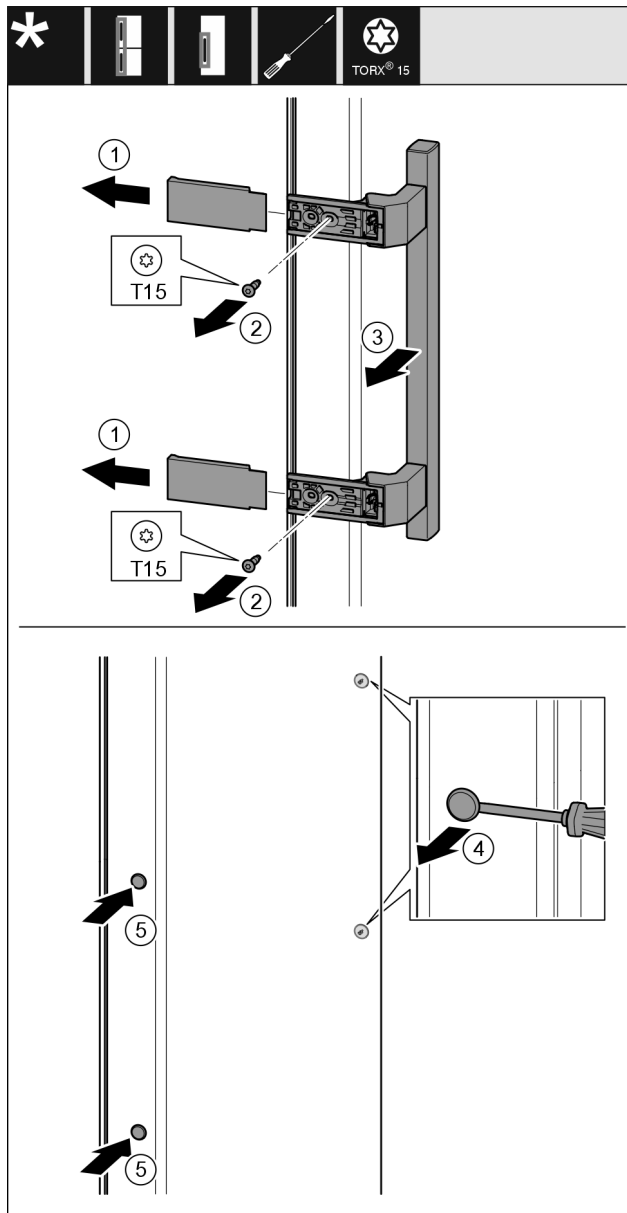

Fig. 20
- Retirer le cache Fig. 20 (1).
- Retirer les vis Fig. 20 (2) avec un tournevis.
- Retirer la poignée Fig. 20 (3).
- Soulever et retirer avec précaution le cache latéral Fig. 20 (4) avec un tournevis plat.
- Remplacer le cache Fig. 20 (5) de l'autre côté.